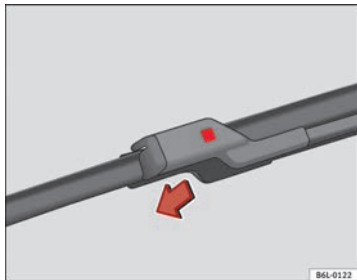

Abb. 132 Auswechseln der Scheibenwischerblätter
- Drücken Sie den Sicherheitsknopf ein → Abb. 132.